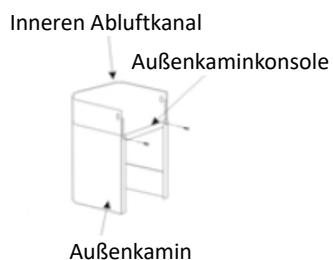

Abb. 4
6. Außenkaminkonsole im Freien einbauen, dabei stellen Sie sicher, dass Sie den Kamin vom Innen leicht einstellen können. Siehe Abbildung 4.